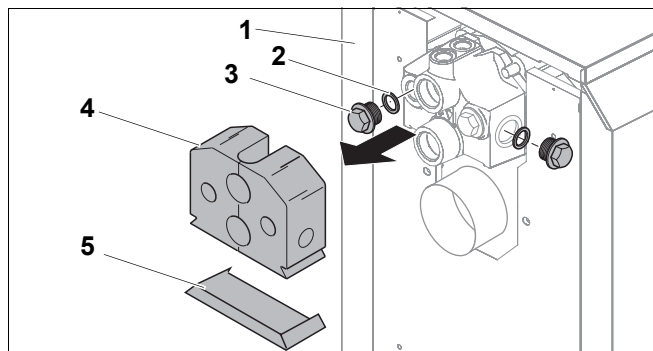

Рис. 4 Демонтаж деталей на соединительном участке
- Снять теплоизоляцию (рис. 4, поз. 4) и защитную крышку (рис. 4, поз. 5) с соединительного элемента (см. инструкцию по монтажу отопительного котла).
- Установить обшивку (рис. 4, поз. 1) согласно указаниям в инструкции по монтажу котла.
- Удалить заглушку (рис. 4, поз. 3) и уплотнение (рис. 4, поз. 2) с соединительного элемента.